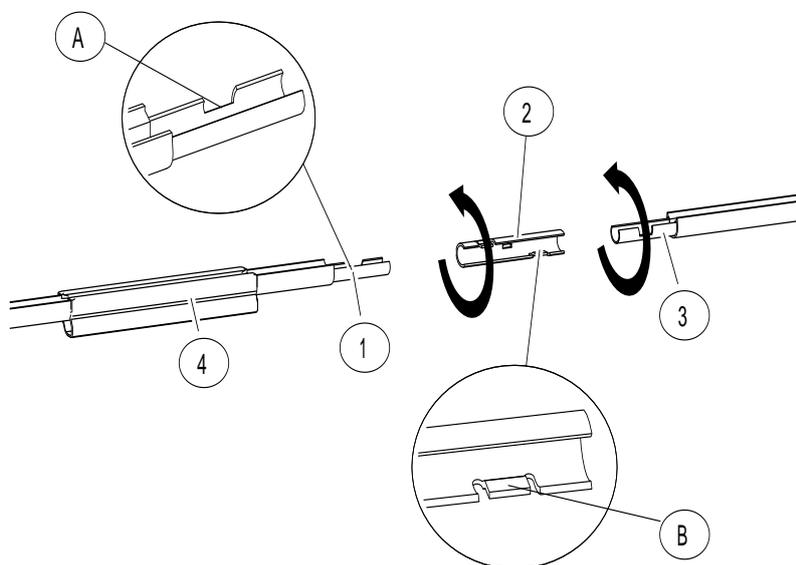

Abb. 56: Montage des Bajonettverbinders
- Bajonettverbinder (2) auf die Schleifleitung (1) aufschieben, so dass die Lasche (B) und die Ausklinkung (A) auf gleicher Höhe liegen (siehe Abb. 56).
- Bajonettverbinder (2) um 90° drehen, so dass die Lasche (B) einrastet (siehe Abb. 56).
- Zweite Schleifleitung (3) in den Bajonettverbinder schieben, so dass die Lasche (B) und die Ausklinkung (A) auf gleicher Höhe liegen (siehe Abb. 56).
- Zweite Schleifleitungen (3) um 90° drehen, so dass die Lasche (B) auch hier einrastet (siehe Abb. 56).
- Einteilige Verbinderkappe (4) über den Bajonettverbinder schieben und einrasten oder zweiteilige Verbinderkappe aufstecken. Die Verbinderkappen müssen im unteren Bereich des Isolierprofils einhaken.